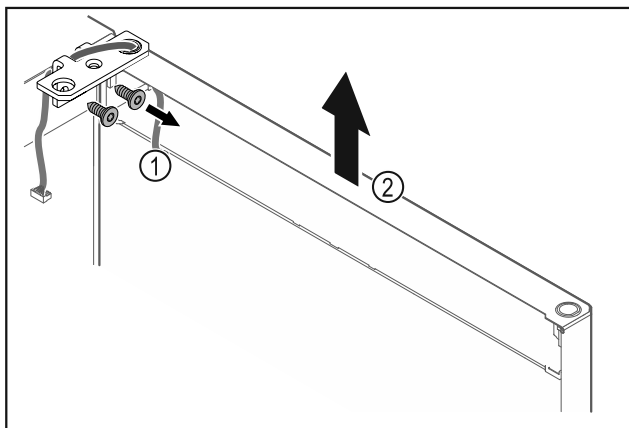

Fig. 18
- Svitare la cerniera angolare Fig. 18 (1).
- Sollevare la porta con la cerniera angolare Fig. 18 (2) di ca. 200 mm verso l'alto in senso orizzontale e rimuoverla.